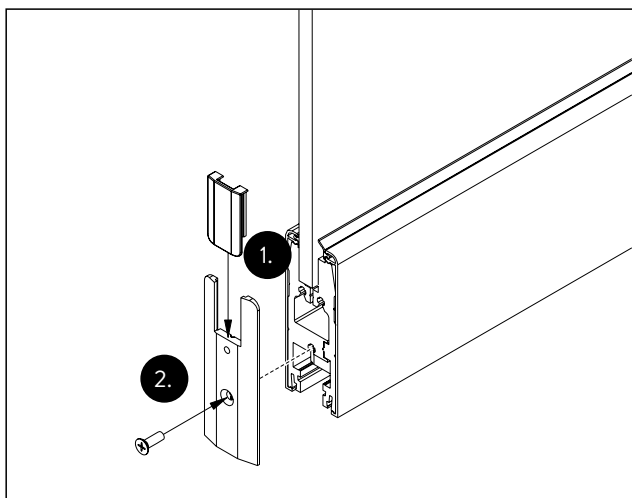

Abb. 40 Die Stirnabdeckung montieren
1. Die schwarze Kunststoffkappe auf die Stirnabdeckung aufstecken (Abb. 40/1).
2. Die komplette Stirnabdeckung mit der Schraube an der Türschiene fixieren (Abb. 40/2).